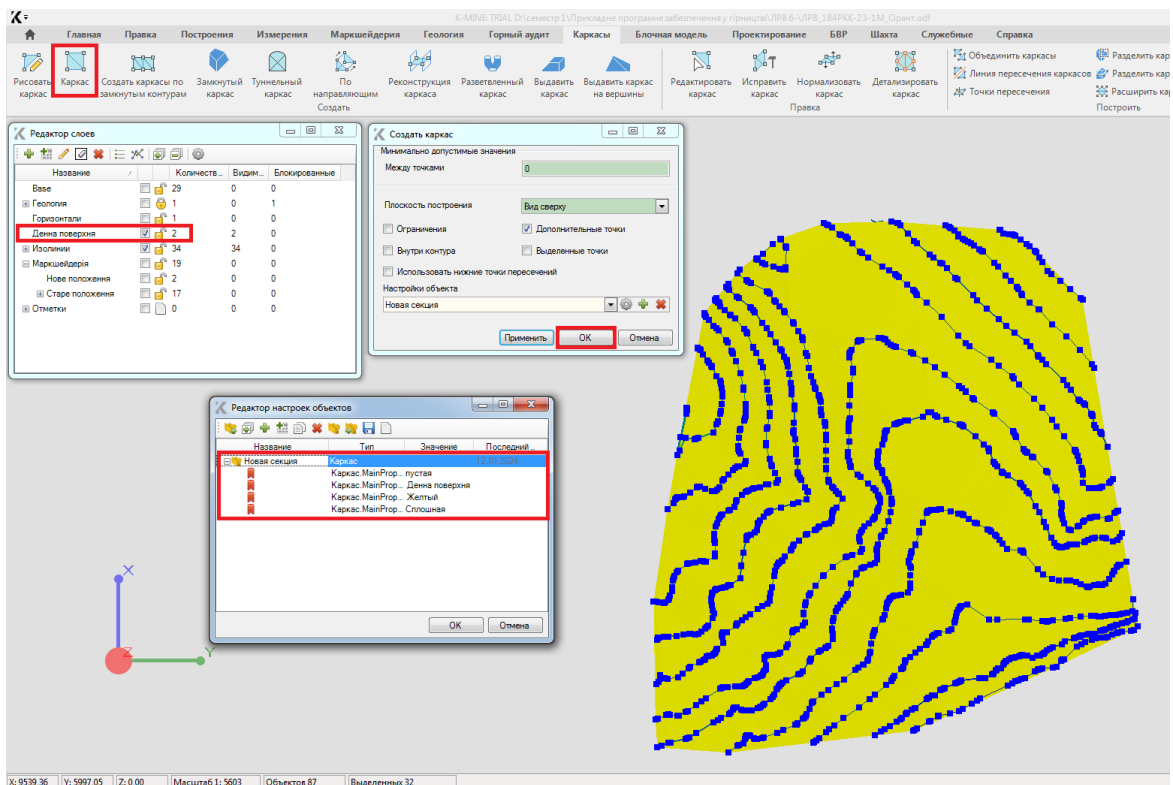

Рисунок 4.1 -Приклад виконання завдання 3
3. Створіть каркас по денній поверхні з налаштуваннями: шаблон – суцільна, тип ліній – порожня, шар – Денна поверхня (рис.4.1).